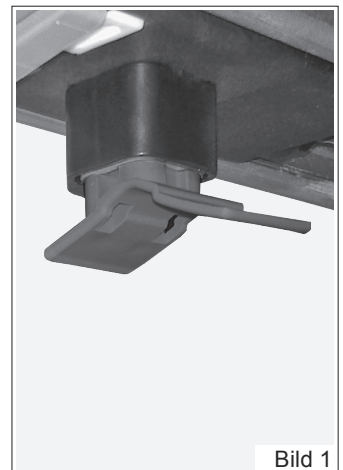
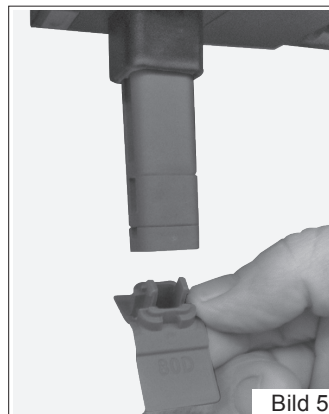
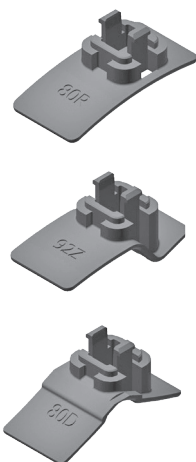

Bild 1
Bild 5
Bild 7
(Bild 1) vorhanden ist!
5.6 Wenn die Option Pakethöhenausgleich gewählt wurde, ist der obere Endpunkt nicht über die manuell einstellbare Endlage des Motors voreingestellt. In diesem Fall ist ein Kunststoffteil am Auflaufpilz des Motors aufgesteckt (Bild 1). Beim Probelauf unbedingt prüfen ob der graue Kunststoffteil (Bild 7) vorhanden ist. Ein Fehlen dieses Teiles hätte die Beschädigung des Behanges zur Folge. Bei VoroRaff und ResaRaff werden die Elemente ohne Pakethöhenausgleich ausgeführt. Der obere Endpunkt (Pakethöhe) ist über die obere Endlage des Motors voreingestellt. Hier gibt es keine Notabschaltung.
- 8.3.3 Klipsen Sie den Teil mit der Lamellenform ab und die entsprechenden Verlängerungen auf (verfügbar mit 24 mm, 12 mm, 6 mm). Danach auch den Formteil wieder aufklipsen (Bild 5). Die Formteile sind mit „80R“, „80D“, „92Z“ beschriftet. Die Beschriftung bzw. der längere Schenkel des Formteiles muss in Richtung außen (Straßenseite) zeigen (Bild 7).
- 8.3.5 Der Teil mit der Lamellenform (Bild 7) darf nicht gänzlich entfernt werden, da kein oberer Endpunkt am Motor eingestellt ist.